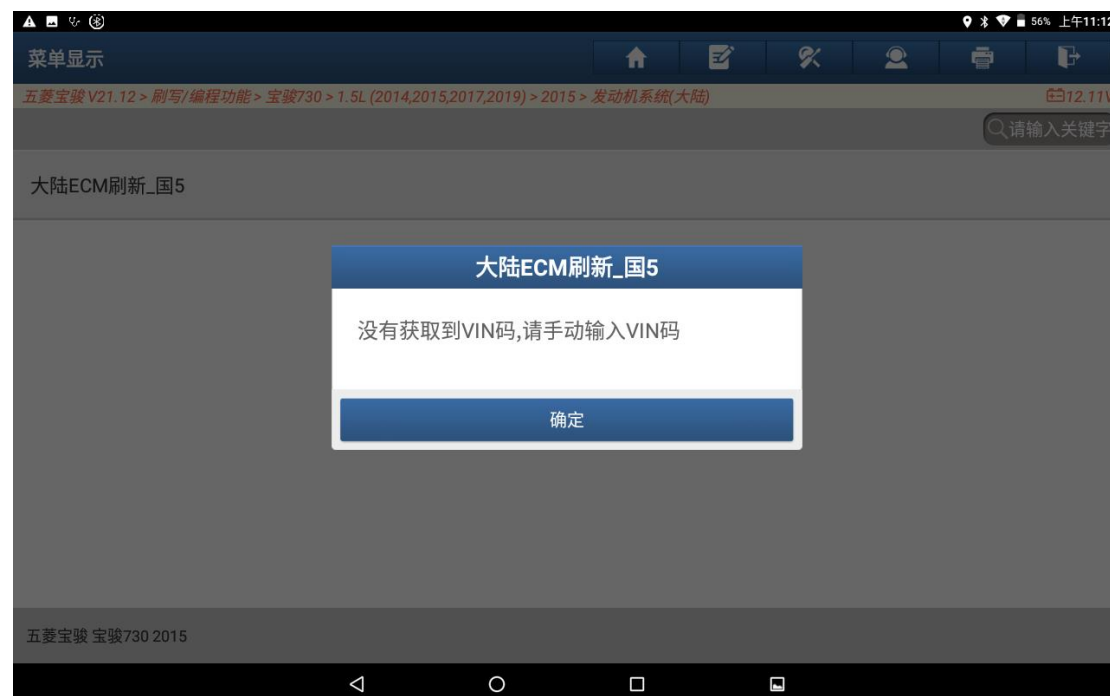

图 8
8. 因新的 ECU 一般是没有写入 VIN 的，故无法获取到需手动输入，点击“确定”按钮进入下一步输入 VIN，如图 8；